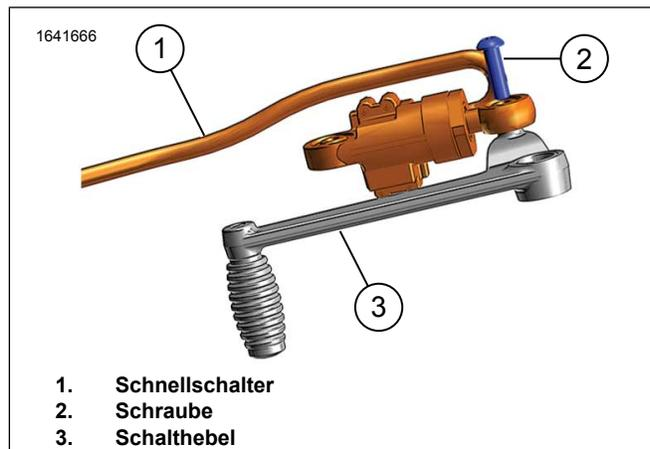

Abbildung 3. Schnellschalter am Schalthebel befestigen
1. Siehe Abbildung 3. Montieren Sie den Schnellschaltssensor (1) mit der Schraube (2) am Schalthebel (3). Festziehen.